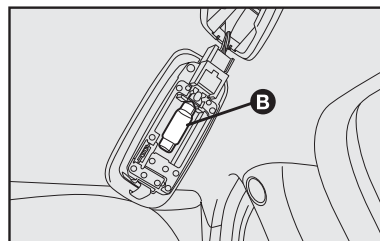

fig. 29
- substituir a lâmpada **B**-fig. 29, liberando-a dos contatos laterais e certificando-se de que a nova lâmpada esteja corretamente bloqueada entre os contatos.